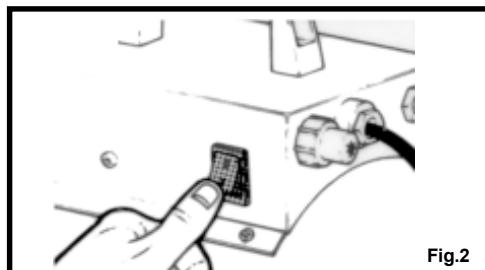

Fig.2
2. Den Ventilator durch Schalter mit weisser Taste betätigen (siehe Abb. 2).